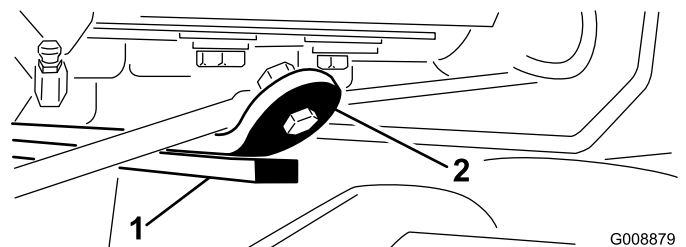

Bild 11
3. Starten Sie den Motor, heben die Mähwerke an und prüfen, ob der Abstand zwischen der Abnutzungsleiste an der Oberseite des hinteren Mähwerks und der Stoßstangenbefestigung zwischen 0,51 und 2,54 mm liegt (Bild 11).